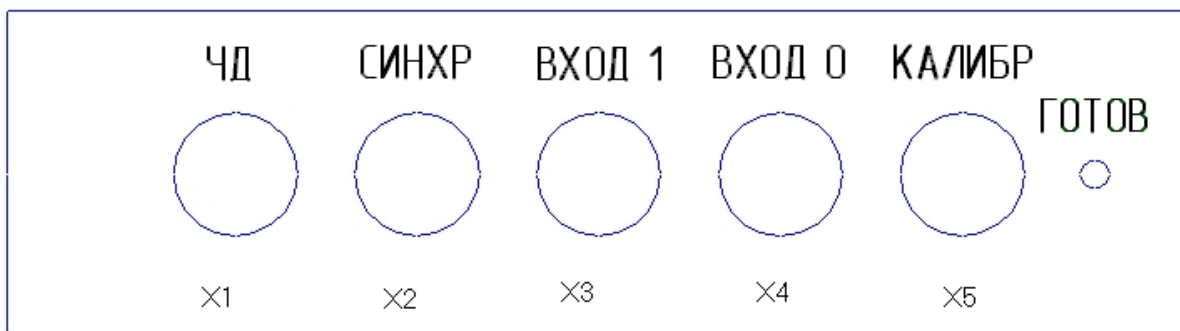

Рис. 4.1. Передняя панель прибора.
4.2.3. Для предотвращения выхода из строя устройства ОЦЗС-02(250USB) на входные разъемы необходимо подавать сигналы с параметрами, указанными в таблице (Таблица 4. 1). Расположения разъемов указано на рисунках (Рис. 4.1 и 4.2).